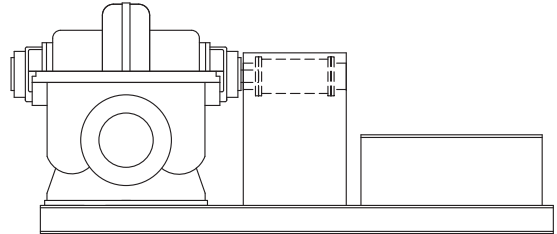

Рис. 2 Насос со свободным концом вала с общей рамой-основанием
2. Насос со свободным концом вала, т.е. без электродвигателя и с общей рамой-основанием (см. рис. 2).